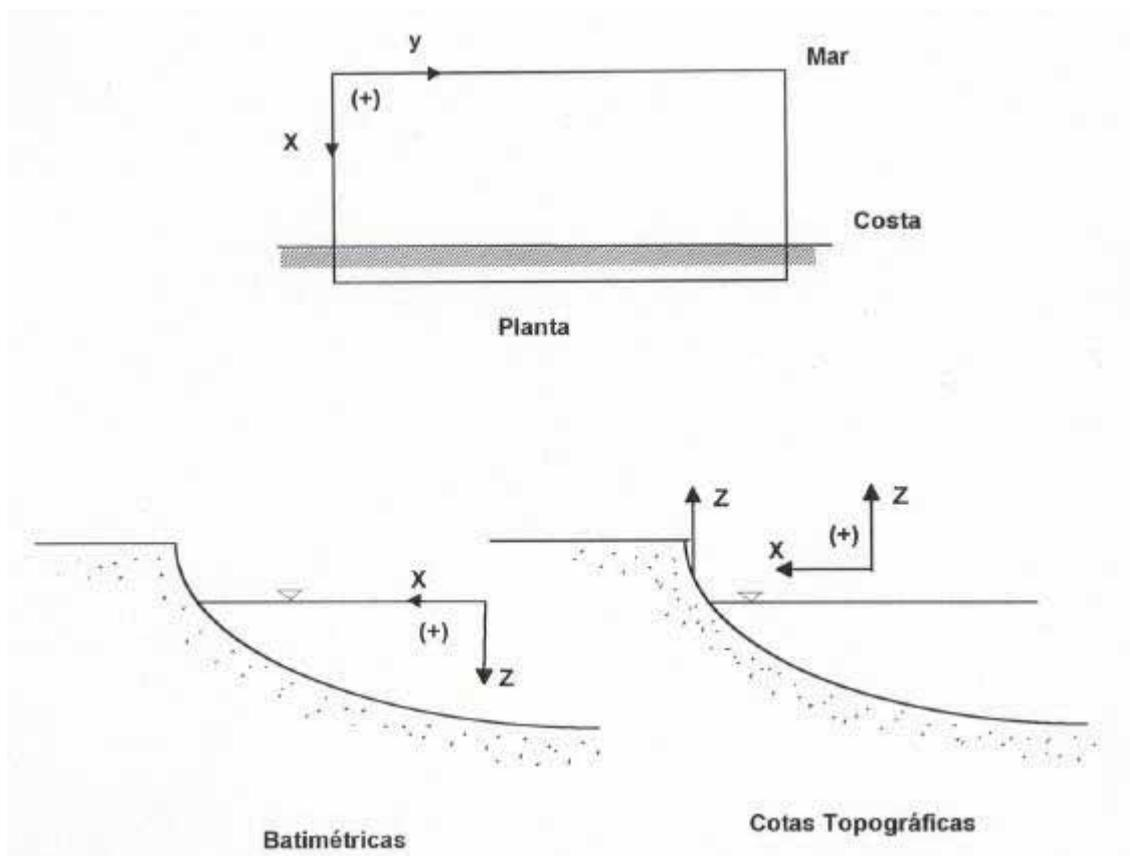

Figura III.2. Niveles de referencia de la batimetría
- **Signo de las profundidades:** el modelo de propagación emplea profundidades como batimétricas. En este apartado hay dos opciones etiquetadas como **Batimétricas** y **Topográficas**. Si se elige la primera, el programa supone que en el archivo de batimetría las profundidades en agua son valores positivos (batimétricas); si se elige la segunda se tomarán las profundidades como cotas topográficas, donde normalmente las profundidades en agua son negativas; este tipo de archivos es internamente convertido en batimétricas. En la figura III.2 se presentan los respectivos sistemas de referencia de las batimétricas y cotas topográficas.